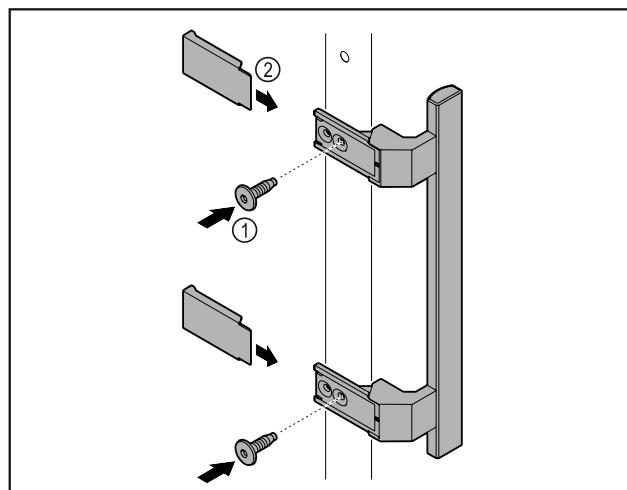

Fig. 7
- Upevnite držadlo z príslušenstva na dvere pomocou priložených skrutiek Fig. 7 (1).
► Nasadte kryt Fig. 7 (2).